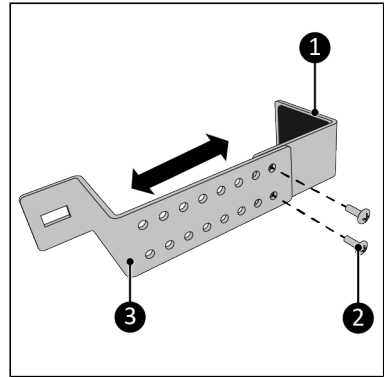

Figure 172.
3. Vissez la partie supérieure (Figure 172, pos. 1) et la partie inférieure (Figure 172, pos. 3) ensemble au moyen des deux vis M5 x 10 mm (Figure 172, pos. 2). Assurez-vous que la largeur est légèrement supérieure à la largeur du cadre de la fenêtre.